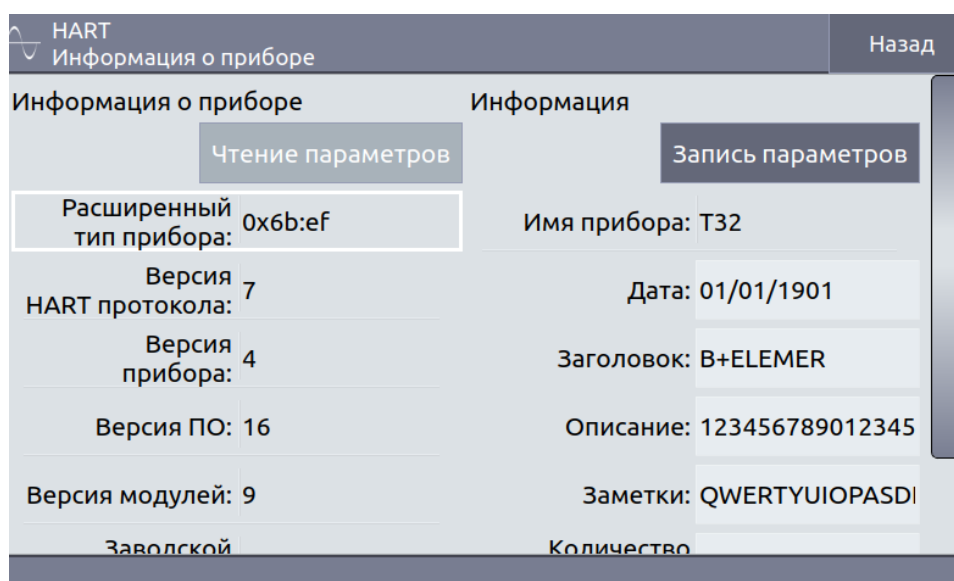

Рисунок 2.48
2.7.5.5 После выбора меню «Информация о приборе» на экране ИКСУ-3000 появляется подменю «Информация о приборе» (см. рисунок 2.48).